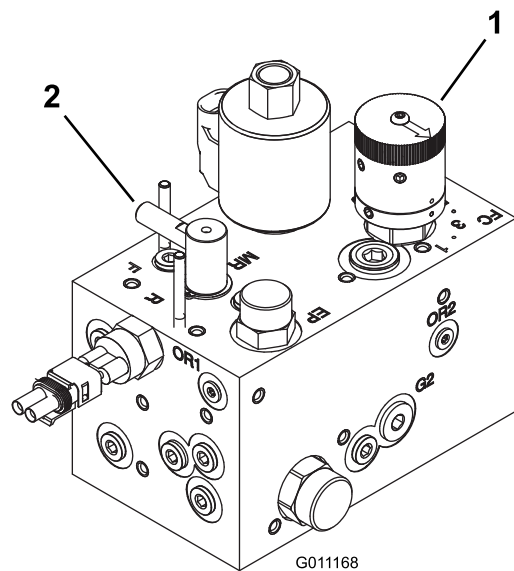

Figure 44
2. Tournez le bouton de commande de vitesse des cylindres (Figure 44) à la position correspondant au numéro trouvé à l'étape 1.